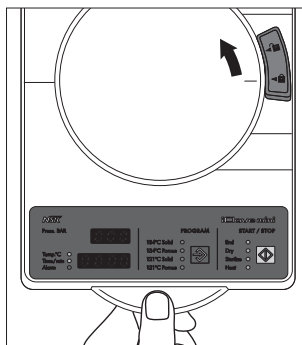

図10
- 5) ドアをつばを押さえながら、ドアハンドルノブを“”と“-”が合う位置まで、“”側にスライドさせます。（図10）